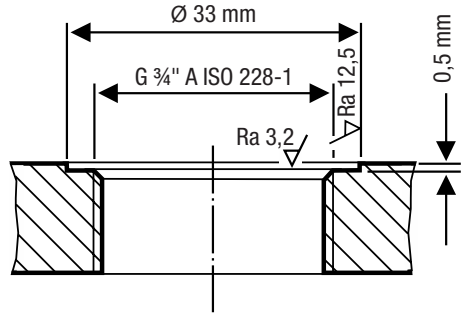
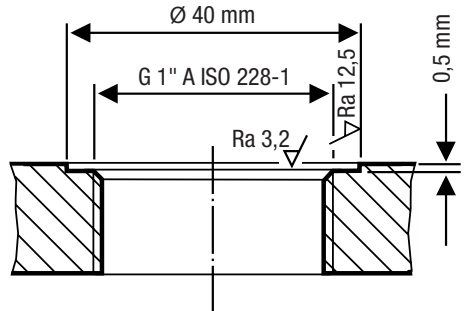

Fig. 12
Fig. 13
- Assurez-vous que les surfaces d'étanchéité du raccord fileté du réservoir ou du couvercle sont parfaitement usinées, voir Fig. 12 et Fig. 13.
Les surfaces d'étanchéité doivent être usinées conformément à la Fig. 12 et à la Fig. 13 et techniquement parfaites.